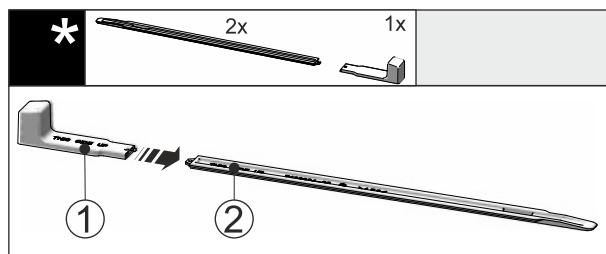

Fig. 43
- ▶ Insertar el tirador de montaje Fig. 43 (1) en el riel de nivelación Fig. 43 (2).